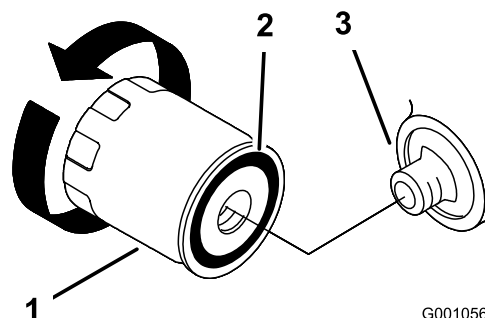

Figure 35
2. Déposez le filtre à huile usagé et essuyez la surface du joint de l'adaptateur (Figure 35).
5. Appliquez un mince film d'huile neuve sur le joint en caoutchouc du filtre de rechange (Figure 35).
6. Posez le filtre à huile de rechange sur l'adaptateur, tournez le filtre dans le sens horaire jusqu'à ce que le joint en caoutchouc touche l'adaptateur, puis serrez le filtre de 2/3 de tour à 1 tour supplémentaire (Figure 35).